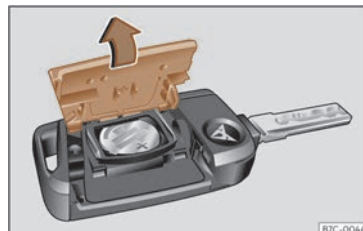

Abb. 43 Fahrzeugschlüssel: Deckel des Batteriefachs öffnen.
- Abdeckung auf der Rückseite des Fahrzeugschlüssels in Pfeilrichtung abnehmen >>> (Abb. 43), >>> ⓘ.